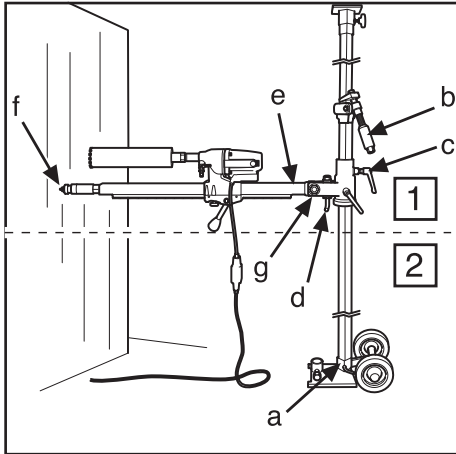
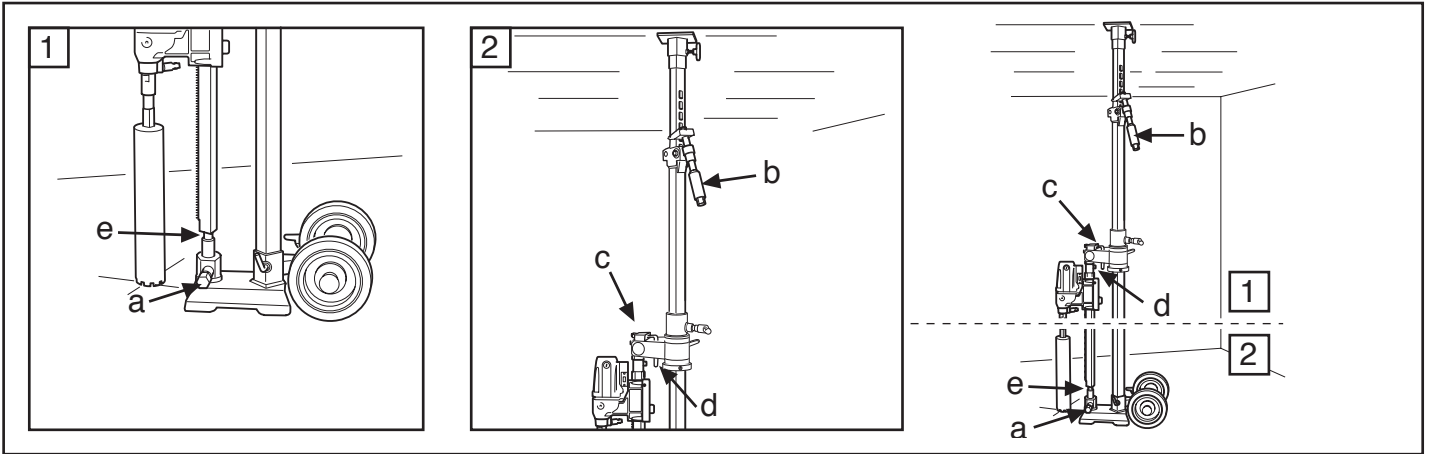

Fig. 6
Fig. 11
1,5 m, o tubo grosso externo deve estar voltado para cima, ou ao contrário se vai ser feita abaixo de 1,5 m. Certifique-se de que a escora está travado na placa base com o parafuso de bloqueio (a) (Fig. 6, 8).
6. Rode a coluna de perfuração com o motor de perfuradora de volta para a posição desejada contra a parede. Afrouxe o manipulador de fixação (Fig. 6, 7) (c).
the heavier outer tube should be turned upwards and vice versa when drilling below 1.5 metres. Check that the support column is clamped in the base plate with the locking bolt (a) (Fig. 6, 8).
6. Then turn back the drill column with the drill motor to desired position against the wall. Lock with the locking handle (Fig 6,7) (c).
- Incline novamente e levante a coluna de perfuração, fixe com o punho em L (d) e a porca (g) (Fig. 6, 7). Para perfuração inclinada, afrouxa-se o punho em L (d) e coloca-se a coluna de perfuração no ângulo desejado, apertando a porca (g) com a chave de 30 mm (Fig. 6, 7).
- Controle a posição da coroa da broca. Enrosque o parafuso de escora (f) (Fig. 6, 10) contra a parede para fixar a coluna de perfuração. Fixe com a porca de segurança de 30 mm (f) (Fig. 6, 10), usando um
- A coluna de perfuração pode rodar 360° e é fixada na posição desejada com uma chave Hallen de 8 mm (e) (Fig. 6, 7).
- Tilt back and fold up the drill column, secure with the L-handle (d) and nut (g) (fig. 6, 7). When angle drilling, loosen the L-handle (d) and the drill column is set at the required angle by tightening the nut (g) using a 30 mm spanner (Fig 6, 7).
- Check the position of the drill bit. Screw in the support column screw (f) (Fig. 6, 10) against the wall to secure the drill column. Secure with the locking nut 30 mm (f) (Fig. 6/10), use a wooden batten or similar
- The drill column can be turned through 360° and locked in respective positions using an 8 mm hex-key (e) (Fig. 6, 7).
1. Monte o suporte segundo as instruções. Perfuração em paredes, veja na páginas 17 e 19. Abata a coluna com o punho em L (d) de forma ao parafuso de escora acertar no casquilho de fixação (a) (Fig. 11).
Aperte a porca de fixação (g) com uma chave de 30 mm (Fig. 6, 7) e o manipulo de fixação (c) (Fig. 6,7).
3. Bloqueie o parafuso de escora no casquilho de fixação com o parafuso de fixação (a) e a porca (e), e aperte com chave de 24/30 mm (Fig. 11).
1. Assemble the stand according to the instruction. Drilling in walls, see pages 17, 19. Fold down the drill column with the L-handle (d) so that the support column screw (f) (Fig 6,7) meets the locking sleeve (a) (Fig 11). Tighten the locknut (g) with a 30 mm spanner (Fig 6, 7) and the
lock handle (c) (Fig 6,7).
3. Lock the support column screw in the locking sleeve with the locking screw (a) and nut (e), tighten with a 24/30 mm spanner (Fig.11).